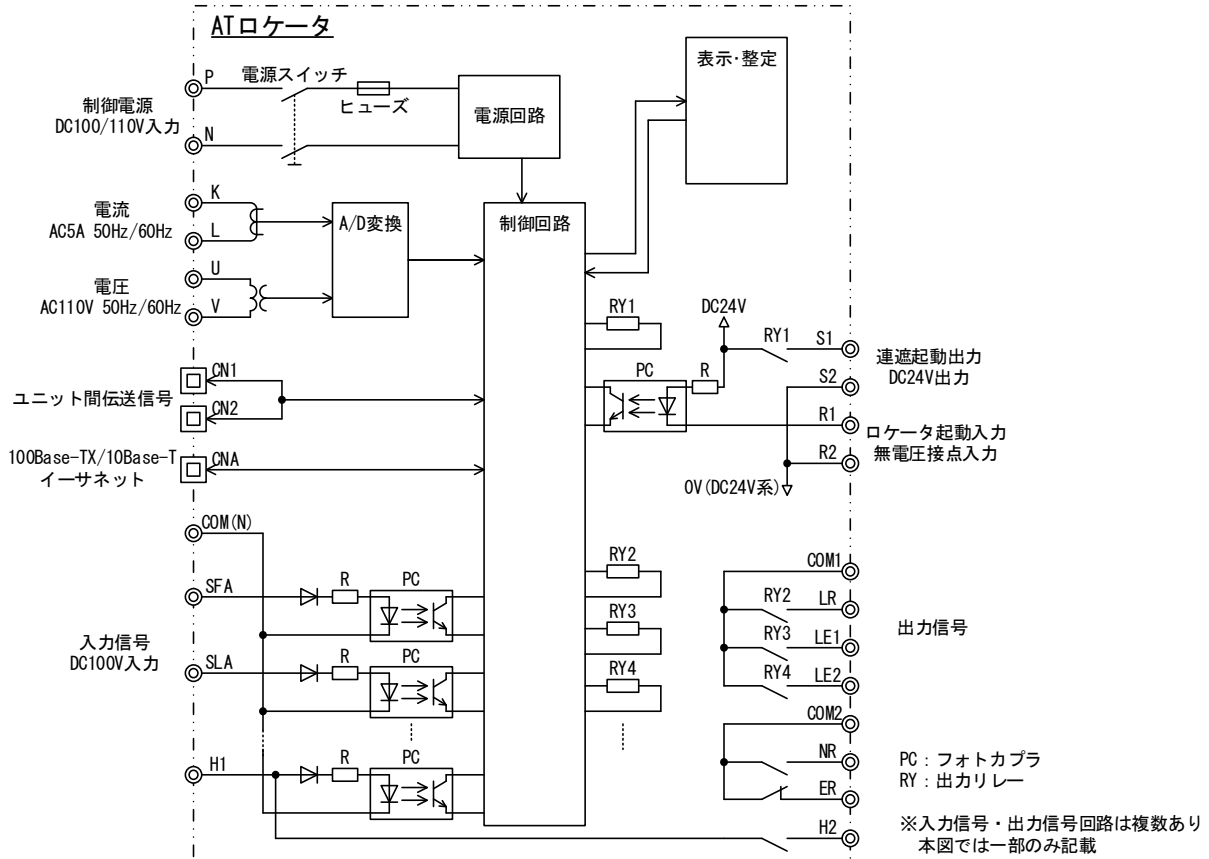

図7. 入出力回路ブロック図
入出力回路のブロック図を図7に示します。
※ 図7の通り、入出力回路は電源スイッチを通過していません。前面パネルの電源スイッチが切状態であっても、外部入出力端子には電圧が印加されていることがあるため、ご注意ください。
| 60Hz 切替表示 | H2 | 60Hz 切替表示 | 周波数 50Hz モードから外部入力によって 60Hz モードになったときに出力します。 出力は COM(N) 端子との有電圧出力となります (図 7 参照)。 |